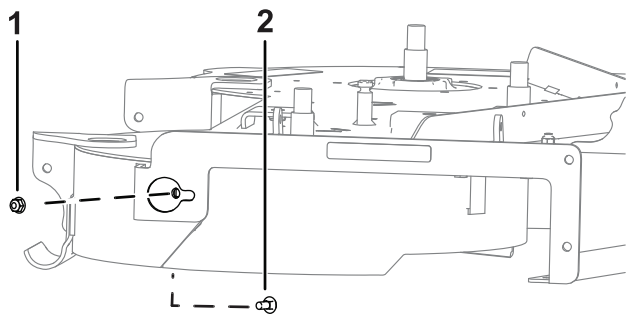

Figura 6
3. Fissate la parete posteriore del deflettore destro al piatto di taglio utilizzando 1 bullone a testa tonda (5/16" x 3/4") e un dado (5/16"), come illustrato nella Figura 6.